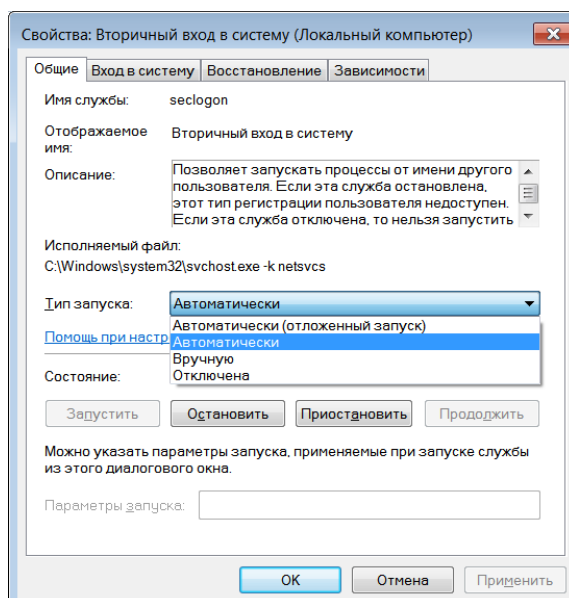

Рис. 3.2. Настройка автоматического запуска
- в открывшемся окне *Свойства: вторичный вход в систему* в раскрывающемся списке *Тип запуска* выберите *Автоматически* (рис. 3.2) и нажмите кнопку *ОК*.